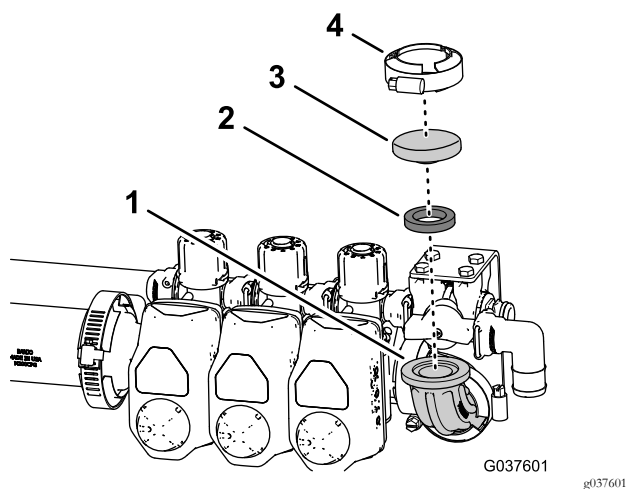

Figura 46
1. Allineate la guarnizione - 25 x 35 mm (1 x 1-3/8 poll.) e il coperchio - 52 mm (2-1/16 poll.) alla flangia del gomito a 90° (Figura 46).
2. Fissate la guarnizione e il coperchio al gomito con il morsetto flangiato . 40 - 64 mm (1-9/16 - 2-1/2 poll.) come illustrato nella Figura 46.